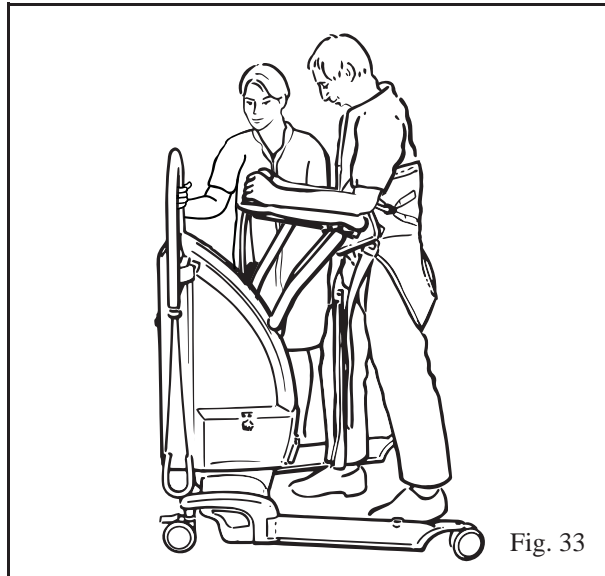

Fig. 33
10. Con el Proactive Pad retirado y los frenos liberados, el paciente podrá caminar a su propio ritmo, al mismo tiempo que es sostenido por el Sara Plus. (Véase la fig. 33)